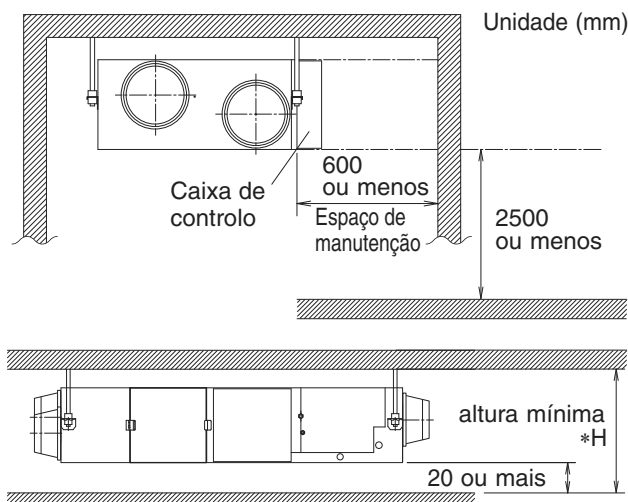

Fig. 1
- Onde for possível garantir espaço suficiente para manutenção e assistência. **(Consulte a Fig. 1)**